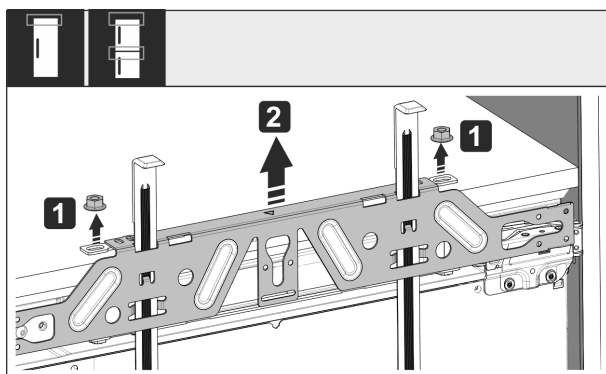

Fig. 50
- Povolte pojistné matice Fig. 50 (1).
- Sejměte upevňovací příčník Fig. 50 (2).